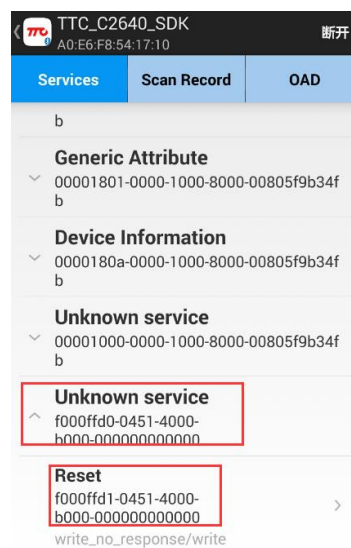

图 3-2-9 OAD 指令通道
- (5) 找到 0xf00ffd1 通道，写入 01，点击 write，如图 3-2-9 及 3-2-10；